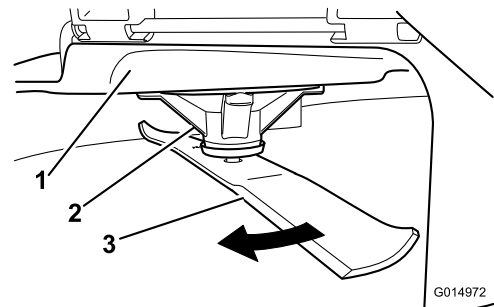

Figura 87
2. Llevando guantes fuertemente acolchados u otro tipo de protección apropiada para las manos, gire la cuchilla lentamente hasta una posición que permita medir la distancia entre el filo de corte y la superficie nivelada en la que descansa la máquina (Figura 87).